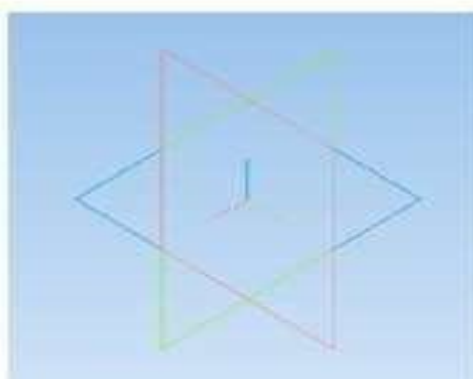

Рисунок 13.3 – Конструктивные плоскости и Начало координат
- Три взаимно перпендикулярные *Конструктивные плоскости* для построения модели и *Начало координат* (рисунок 13.3, в).